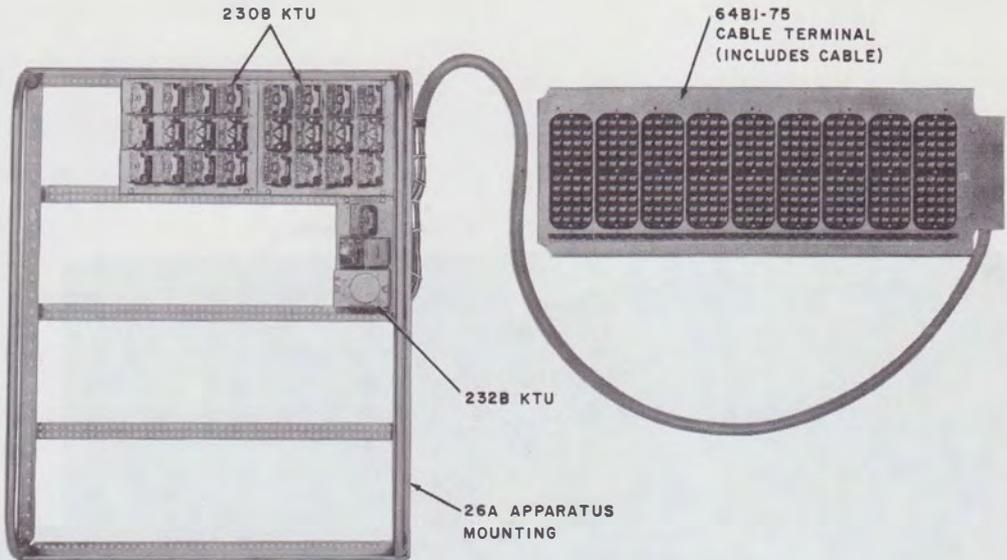

Fig. 2—200G8C KTU
**2.13** *200G-Type KTU* (Fig. 2) provides: